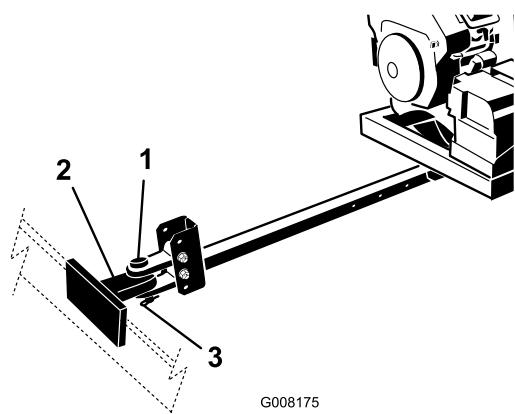

Figura 6
- Collegate l'uncino dell'attacco di traino del soffiatore all'attacco di traino del veicolo trainante con il perno e l'uncino di traino (Figura 6).